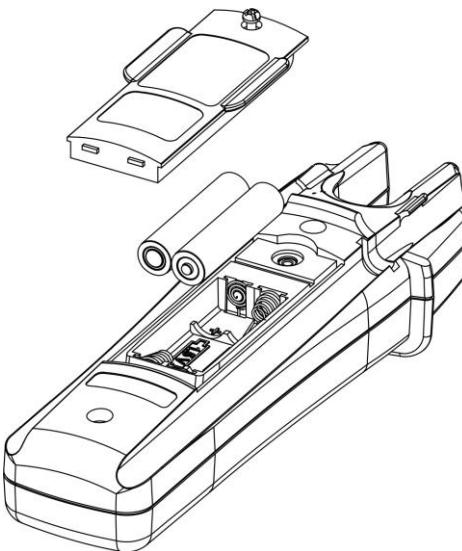

Abb. 8: Batteriewchsel
2. Schrauben Sie das Batteriefach auf und entfernen Sie den Deckel (siehe Abb. 8)